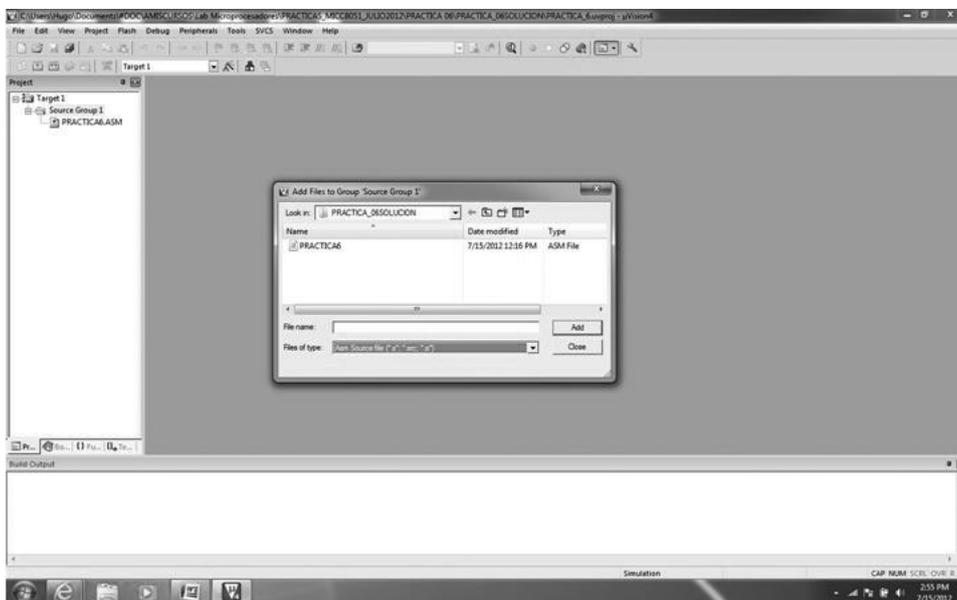

Figura 16.21: Agregar archivos al proyecto. Paso 3
3. Con doble clic en "Source Group 1" se abre la ventana para agregar archivos. Seleccione 'Asm Source File', observar la figura 16.21